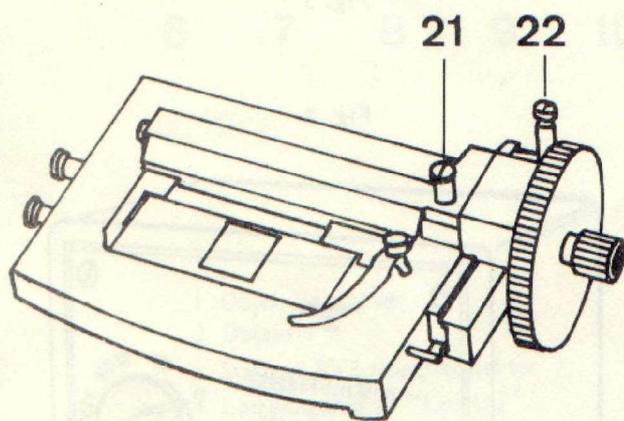

Fig. 6
b) Objekttisch mit Objektivführer mit Rasteinrichtung, siehe Fig. 6.